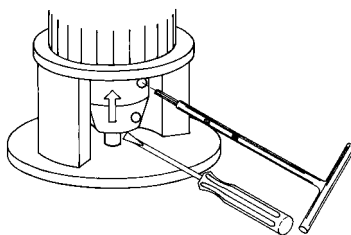

Fig. 17 Serraggio delle viti
6. Serrare le viti due alla volta (un lato per volta) alla coppia indicata di seguito. Vedi fig. 17.